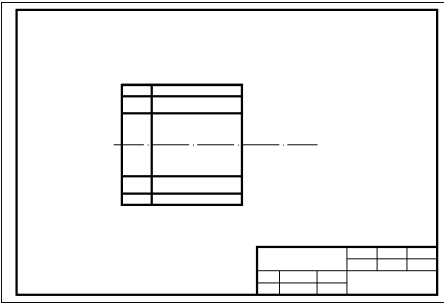

图 11-35 “修剪”线条示例
2) 修剪多余线条。选择“修改”面板→“修剪”命令，指定外部的 4 条线为修剪边界，修剪多余线条，如图 11-35 所示。